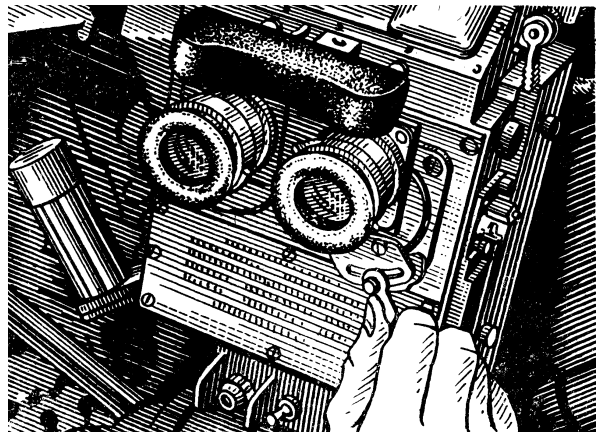

Рис. 50. Установка бази очей перед початком спостереження в прилад ТКН-3Б
- встановити окуляри на необхідну базу очей, для чого правою рукою повернути рукоятку стопора проти ходу стрілки годинника (рис. 50) і, взявшись обома руками за окуляри, розвести або звести їх до такого положення, при якому обидва кола полів зору окулярів співпадають в одне коло, після цього зафіксувати установку окулярів, повертаючи рукоятку стопора по ходу стрілки годинника;